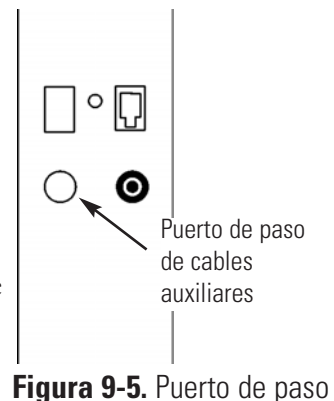

Figura 9-5. Puerto de paso
5. Pase los cables a través del puerto de paso de cables auxiliares (figura 9-5) en el panel posterior. Este puerto es un accesorio circular adyacente a la alarma remota y a los conectores RS485.